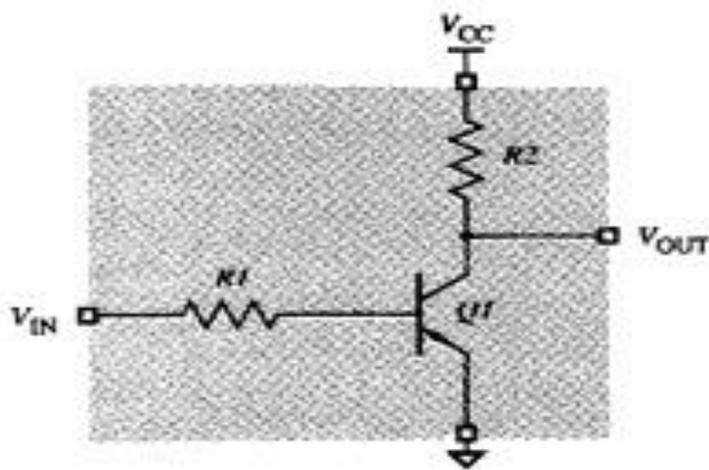

Рисунок 1: Эквивалентная схема TTL вентиля
3. Каково максимально допустимое сопротивление резистора R_2 на рис.1, где $I_c = I_{OHmax}$, взять из табл.3.11 семейства, соответствующего вашему варианту.